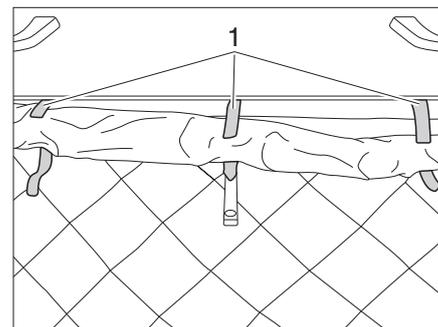

Fig. 8 Apertura delle chiusure a velcro
- Aprire le tre chiusure a velcro (Fig. 8,1) del soffietto di stoffa.
- Arrotolare accuratamente il soffiato di stoffa nella zona del bloccaggio e fissarlo con le tre chiusure a velcro (Fig. 8,1).